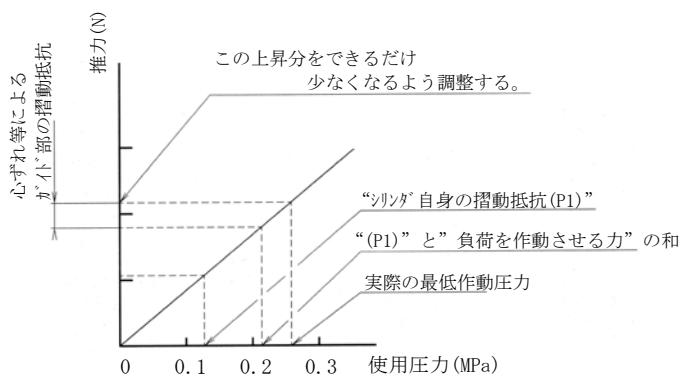

図4. (参考)
- 3) 実際の最低作動圧力は、「シリンダ自身の摺動抵抗」、「負荷を作動させる力」、「ガイド部の摺動抵抗」の3つがプラスされたものです。(図4参照)